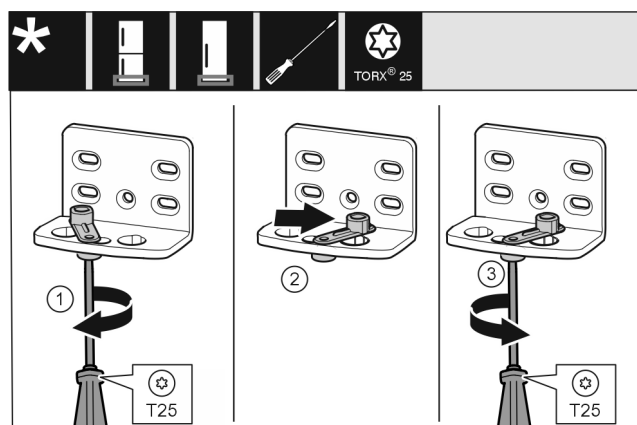

Fig. 26
- Šroubovákem volně přišroubujte šroub Fig. 26 (1).
- Zvedněte pomůcku zavírání dveří Fig. 26 (2) a v otvoru ji otočte o 90° doprava.
- Šroubovákem šroub Fig. 26 (3) pevně utáhněte.